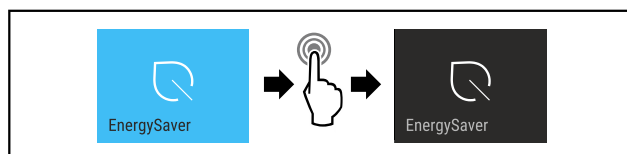

Fig. 16
- ▶ Provedte akční kroky (viz Fig. 16).